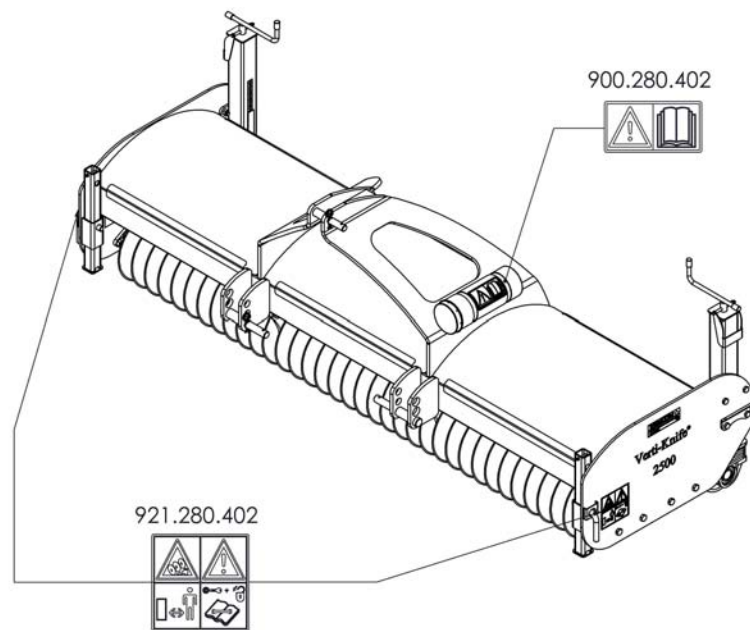

Fig. 5
Aan weerszijden van de Verti-Knife® is op het zijbord een veiligheidssticker (Fig. 5) met een gelijklopende betekenis aanwezig. Deze veiligheidssticker moet altijd goed zichtbaar en leesbaar zijn en moet, wanneer deze beschadigd is, worden vervangen.
(7) Plaatsing veiligheidsstickers. (Fig 5.)